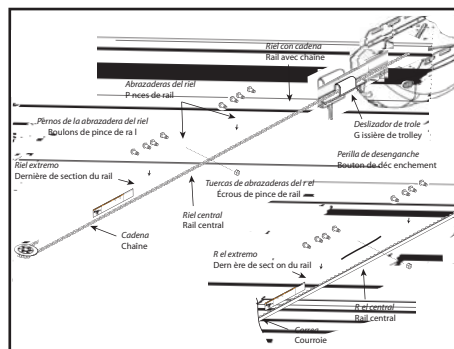

FIG. 1-3 *Conjunto del riel partido.*
6. **Aligner les trois sections de rail en tirant sur la chaîne pour la raidir et l'enrouler autour de la poulie du tendeur de chaîne (Fig. 1-3 & 1-4).**
7. **Fixer les deux pinces de rail aux articulations de section de rail avec (4) boulons et écrous.** Après avoir assemblé les deux pinces de rail aux sections de rail, bien resserrer les boulons et les écrous.
5. Alignez les trois sections de rail en tirant sur la courroie et en l'enroulant autour de la poulie de tendeur (Fig. 1-3 & 1-4).
6. Fixez les deux pinces à rail sur les joints de section de rail à l'aide de (4) boulons et écrous. Une fois les deux pinces à rail montées sur les sections de rail, serrez bien les boulons et les écrous.